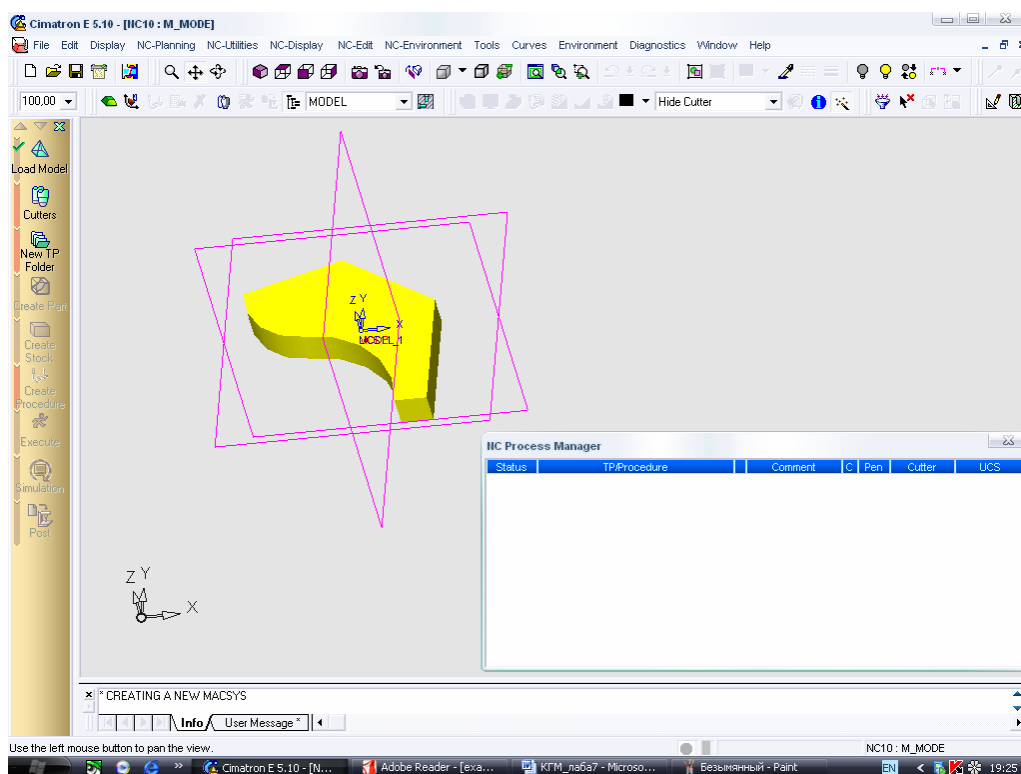

Рисунок 4 - Загрузка ранее созданной модели
3. **Загрузка модели.** В левой части открывшегося диалогового окна располагается панель NC-Guide (Проводник обработки), в которой указаны шаги моделирования обработки на ЧПУ. Выполняем шаг Load Model (загружаем модель, которую нужно получить после обработки). Для этого щелкаем на этой кнопке и в открывшемся проводнике выбираем файл «контур.elt». На экране появляется 3D-модель криволинейного контура (рисунок 4).